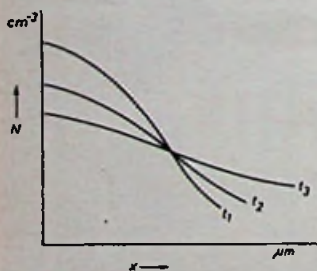

Fig. 2
b) De concentratie aan het oppervlak van het silicium is niet constant met de diffusietijd. Oplossen van de Tweede wet van Ficke geeft dan de zogenaamde gaussische verdeling te zien (fig. 2):